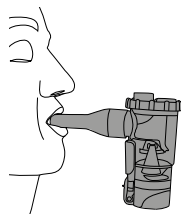

Fig. 17
- Se si utilizza il boccaglio, occorre afferrarlo saldamente con le labbra (Fig. 17).